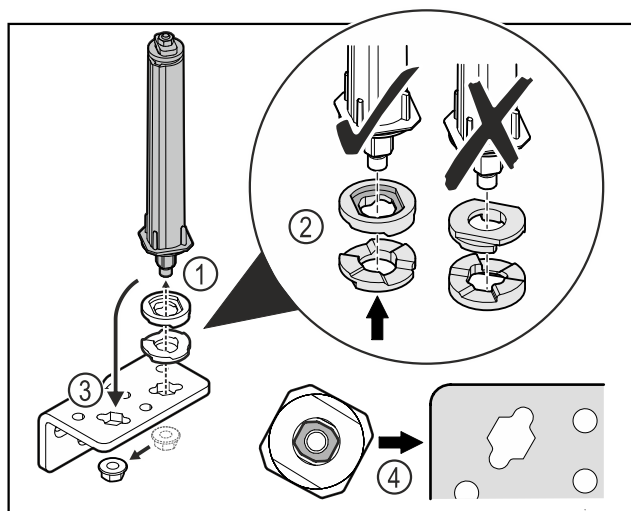

Fig. 52
- ▶ Uvoľnite maticu a odstráňte systém zatvárania dverí Fig. 52 (1).
- ▶ Dbajte na správne vyrovnanie podložiek na výškové prestavenie Fig. 52 (2).
- ▶ Premiestnite systém zatvárania dverí v uholníku závesu a zafixujte ho maticou Fig. 52 (3).
- ▶ Dbajte pri nasadzovaní na správne vyrovnanie systému zatvárania dverí Fig. 52 (4).